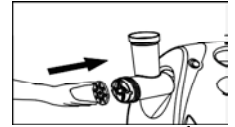

fig.5
- 4- Placer le disque souhaité après la lame en croix. Les têtes d'arrêt doivent être introduits exactement dans les logements prévus sur l'axe (fig.5).